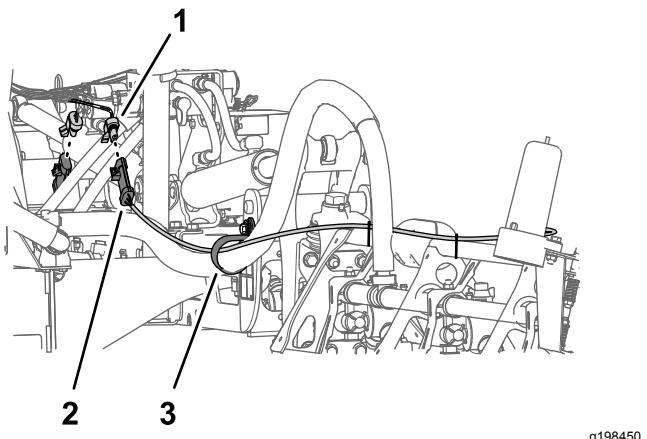

Figura 24
1. Scollegate il connettore a 3 pin del cablaggio preassemblato per il kit di allineamento delle barre Ultra Sonic Boom dal connettore a 3 prese del cablaggio preassemblato della macchina (Figura 24).